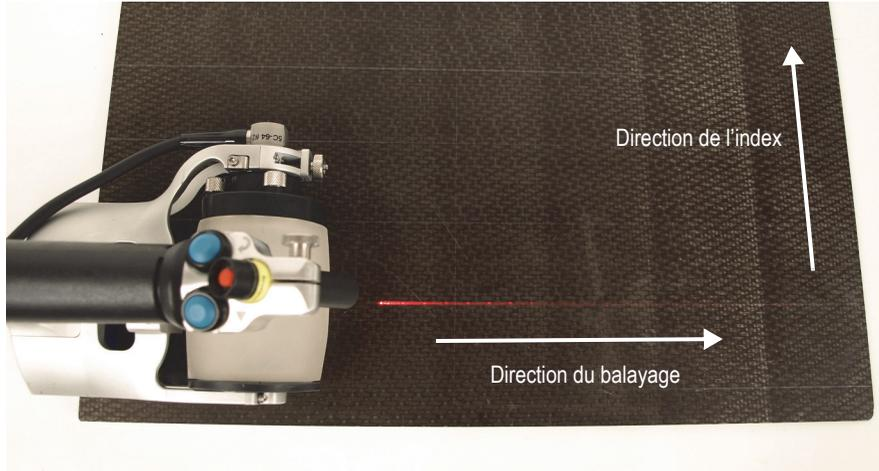

Figure 5-6 Positionnement du scanner sur la ligne de guidage suivante
11. Ramenez le scanner au début de la zone à inspecter et positionnez-le sur la ligne de guidage suivante située à gauche. Positionnez encore le scanner pour que le guide laser soit parfaitement aligné sur cette ligne de guidage (Figure 5-6 à la page 77).